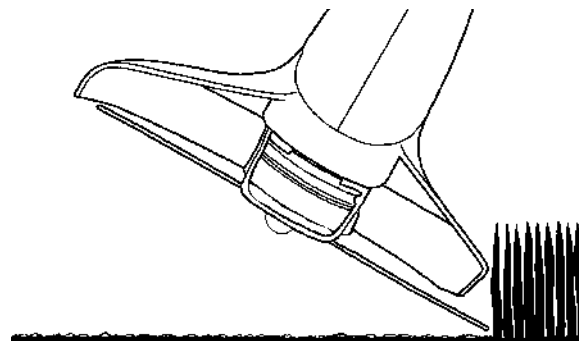

Fig. 13
7. **RASAGE** (Fig. 13). Le rasage consiste à couper la végétation au ras du sol. Pour ce faire, incliner la tête de coupe à gauche à un angle d'environ 30 degrés. Le réglage de la poignée permettra de mieux contrôler le coupe-herbe pendant cette opération. S'assurer qu'aucune personne ou qu'aucun animal ne soit présent dans un rayon de 15 mètres. Ne jamais essayer de raser une zone où des débris risquent d'être projetés et causer des dommages